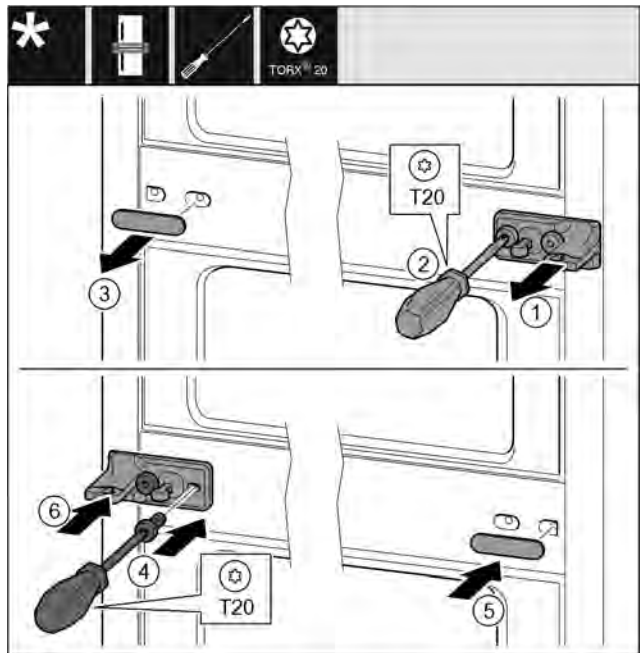

Fig. 21
- ▶ Снимите шайбу. Fig. 21 (1)
- ▶ Выкрутите винты отверткой T20. Fig. 21 (2)
- ▶ Осторожно снимите крышку. Fig. 21 (3)
- ▶ Плотнo прикрутите опорный кронштейн с подкладкой с поворотом на 180° с другой стороны. Fig. 21 (4)
- ▶ Установите крышку с поворотом на 180° с другой стороны. Fig. 21 (5)
- ▶ Надвиньте шайбу спереди. Fig. 21 (6)